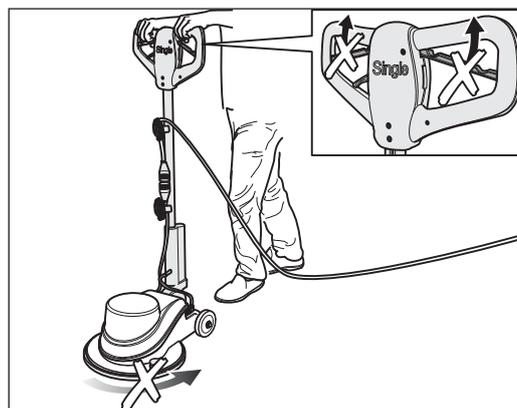

Abb. 11 Wenn der Stiel **senkrecht** steht, kann die Maschine **nicht** eingeschaltet werden!
- der Stiel **senkrecht** steht, da die Maschine nur sehr schwer zu kontrollieren ist (Abb. 11).